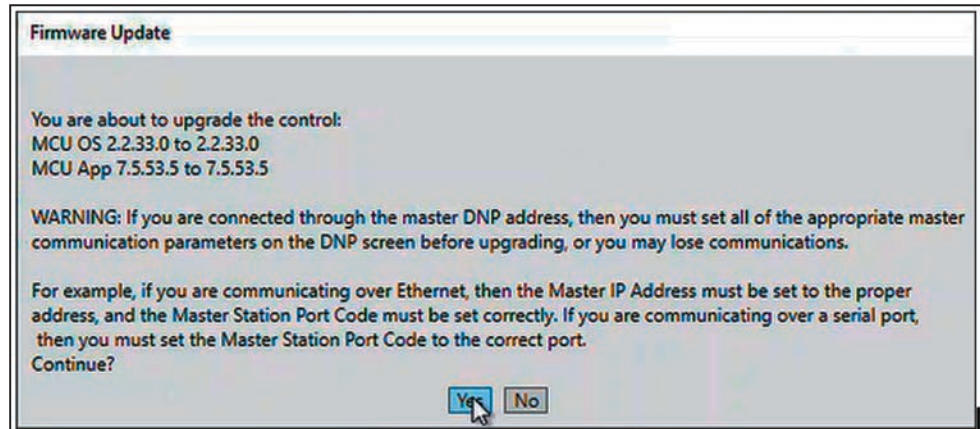

Figura 31. La ventana de diálogo Actualización del Firmware.
**PASO 10.** En la ventana de diálogo Actualización del Firmware, pulse el botón **Sí**. Ver Figura 31. Si selecciona “No” finalizará el proceso de **Actualización**.